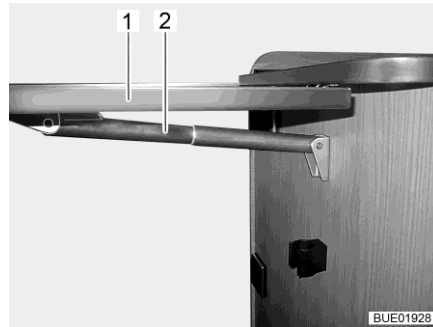

Bild 50 Klappbord till köksbänk
- Ta tag i klappbordet till köksbänk (Bild 50,1) undertill och dra det lätt ur spärrläget.
- Fäll upp bordsskivan tills teleskopfästets (Bild 50,2) fixering aktiveras. Släpp bordsskivan.